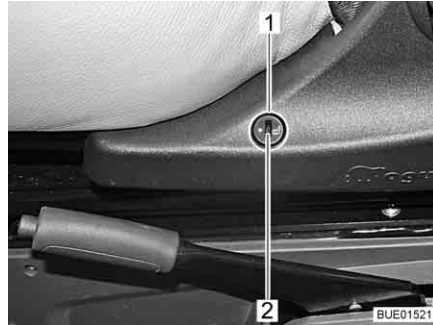

Fig. 24 Interruptor Calefacción de asiento
- Pulsar la parte inferior del interruptor (Fig. 24,1) en el lado izquierdo de la consola del asiento.
- Para ajustar una potencia calorífica más baja, girar la rueda de ajuste (Fig. 24,2) hacia "0".
- Para ajustar una potencia calorífica más alta, girar la rueda de ajuste (Fig. 24,2) hacia "5".
- Pulsar la parte superior del interruptor (Fig. 24,1) en el lado izquierdo de la consola del asiento.